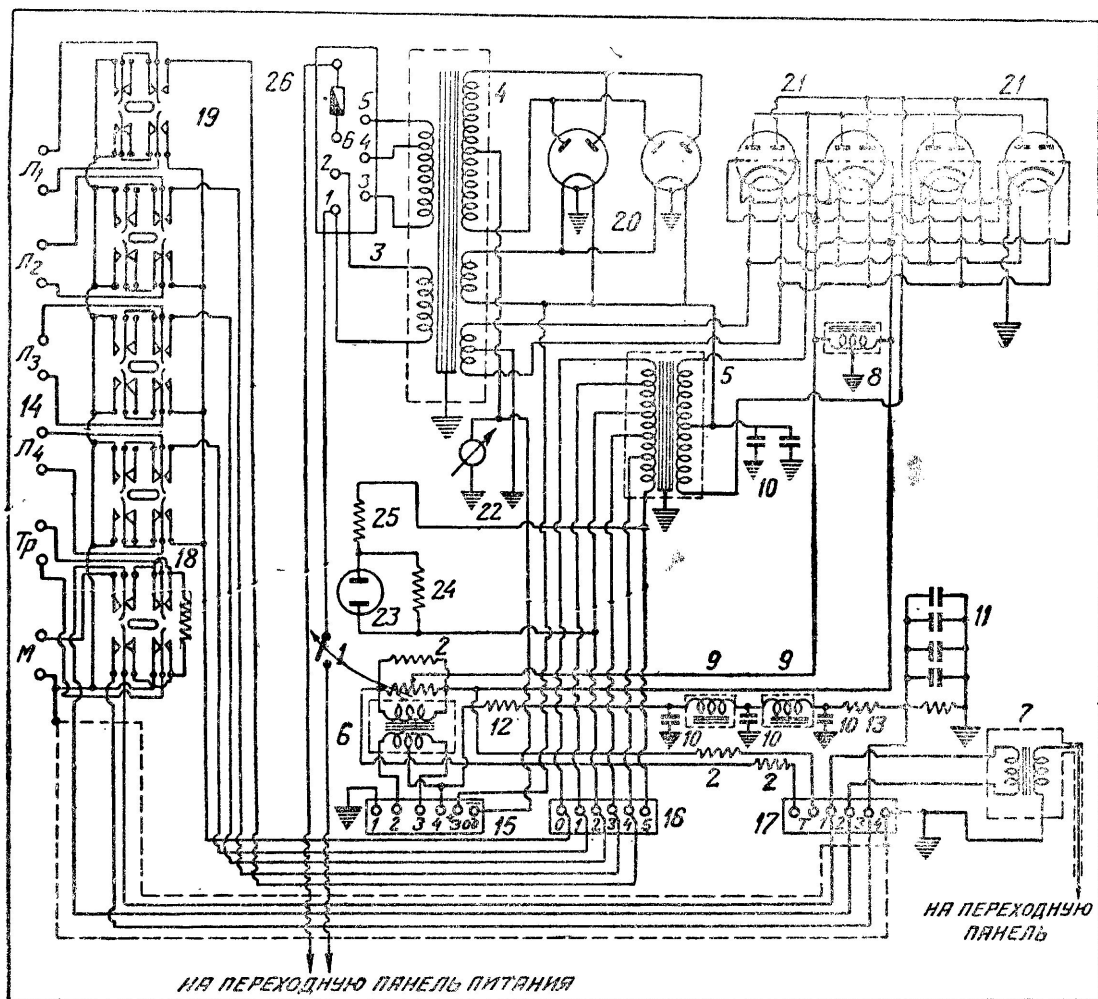

Рис. 4. Принципиальная схема усилителя
Как видно из принципиальной схемы усилителя (рис. 4), оконечный каскад работает на четырех двоянных трехэлектродных лампах 6-А-6 (21), соединенных в параллель. Каждая лампа имеет две сетки и два анода, включенных по схеме пентод. Выходной каскад сохраняет тем самым симметрию схе-